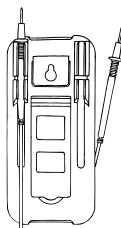

Рис. 6.1
1. Использовать для фиксации одного из измерительных щупов при измерениях (рис. 6.1).